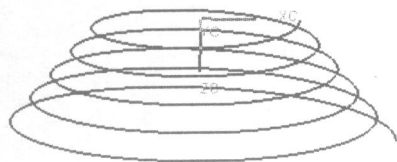

图 1-27 规律曲线示意图
- 输入【起始值】=8,【终止值】=16,单击【确定】按钮,完成螺旋线操作,如图 1-27 所示。